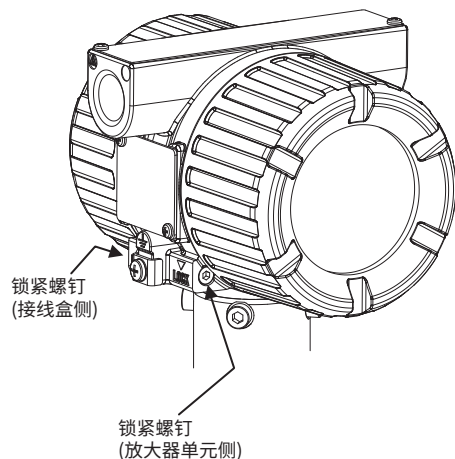

图4.9 锁紧螺钉
- (1) 布线应尽可能远离电气干扰源,如大容量变压器、电机和电源。
- (2) 接线前,从电气连接处拆下端子盖和防尘插头。打开防爆型的盖子时,参照图4.9,用两侧宽3 mm的六角扳手将锁紧螺钉向右转,将其解锁。此外,在接线后关闭盖子时,请确保将锁紧螺钉向左转,将其锁定。